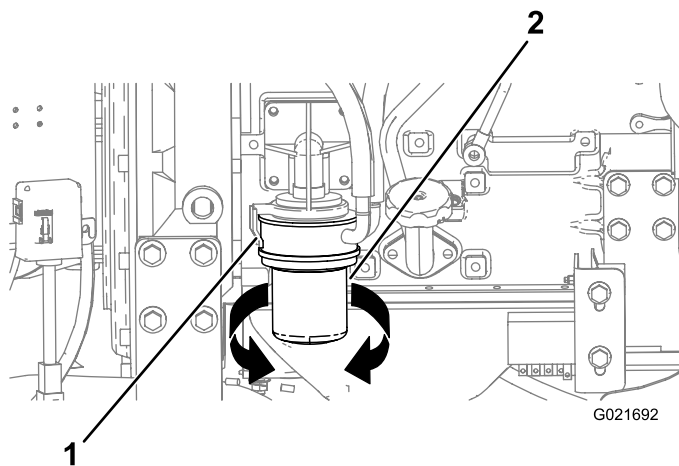

Figura 86
3. Posicione uma bandeja de drenagem ou vários panos sob o filtro de óleo e o adaptador do filtro de óleo (Figura 86).
4. Gire o filtro de óleo no sentido anti-horário e o remova-o (Figura 86).
8. Alinhe o filtro de óleo com seu adaptador e gire-o no sentido horário até a vedação do filtro de óleo entrar em contato com o adaptador (Figura 86).
9. Aperte o filtro de óleo com a mão, dando mais meia volta (Figura 86).